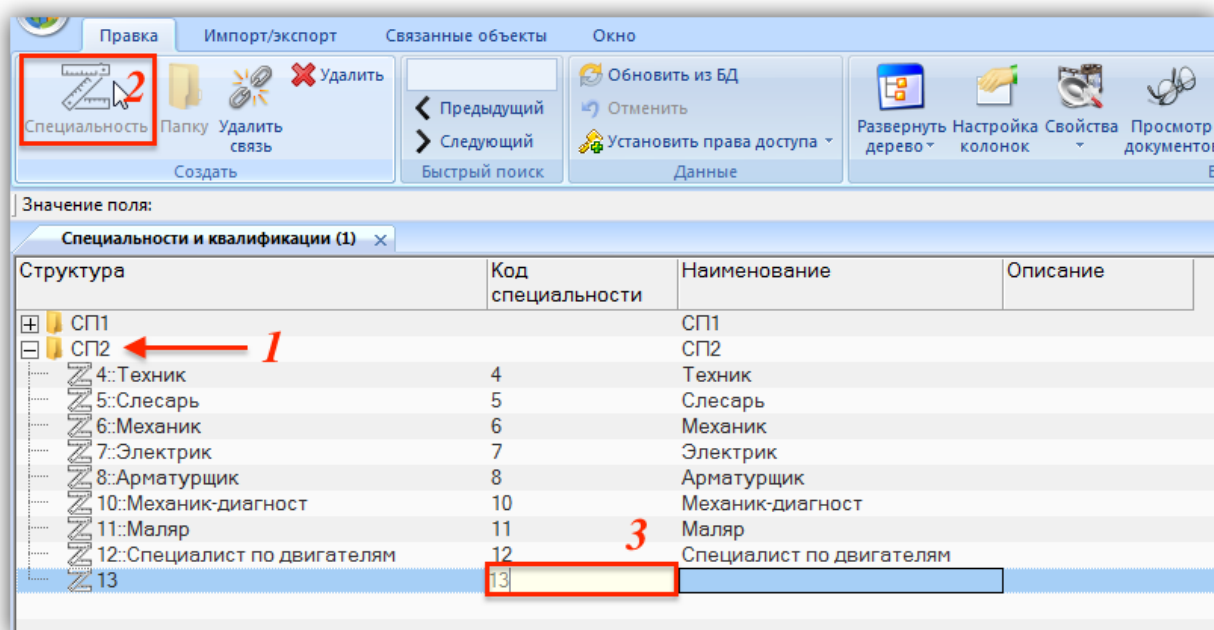

Рис. 9-93 – Добавление специальности в справочник
- 3) Нажать кнопку «Специальность» панели «Создать» (рис. 9-93).